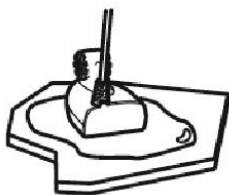

Рис. 31
6. Прижмите датчик к месту расположения, слегка поворачивая вправо-влево, чтобы удалить воздушные пузырьки. Заостренный конец должен быть направлен к носу лодки (Рисунок 31).